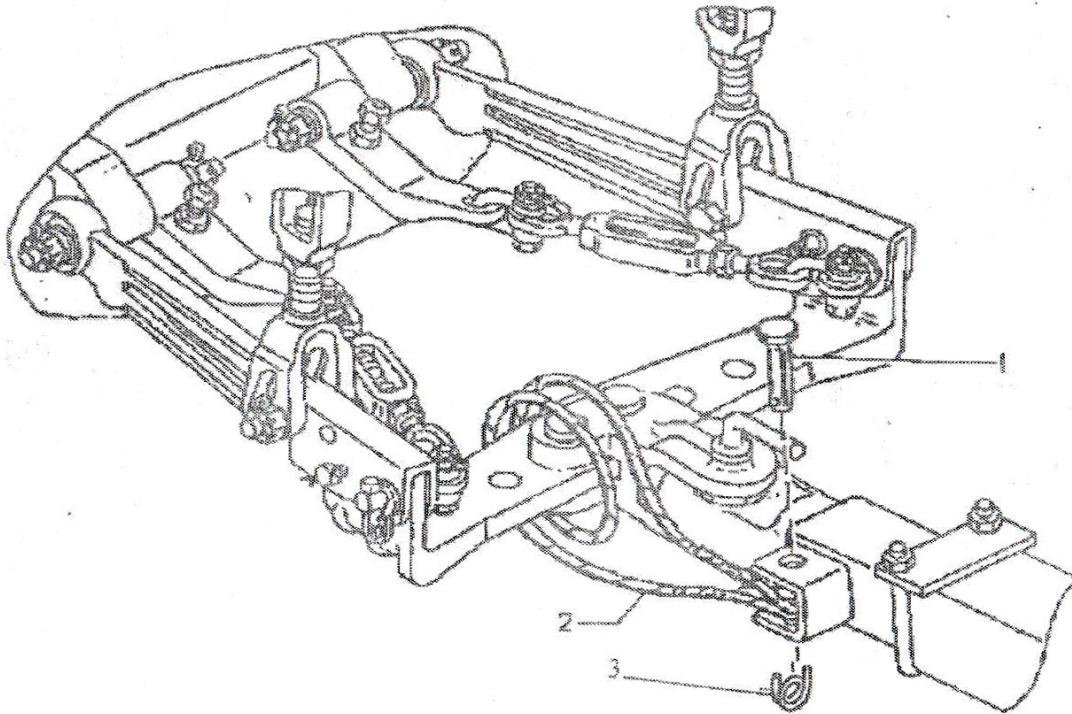

Рис. 6.8
6.3.12 Приєднайте страхувальний пристрій (стропу СКП з комплекту обприскувача) до трактора (рис. 6.8).